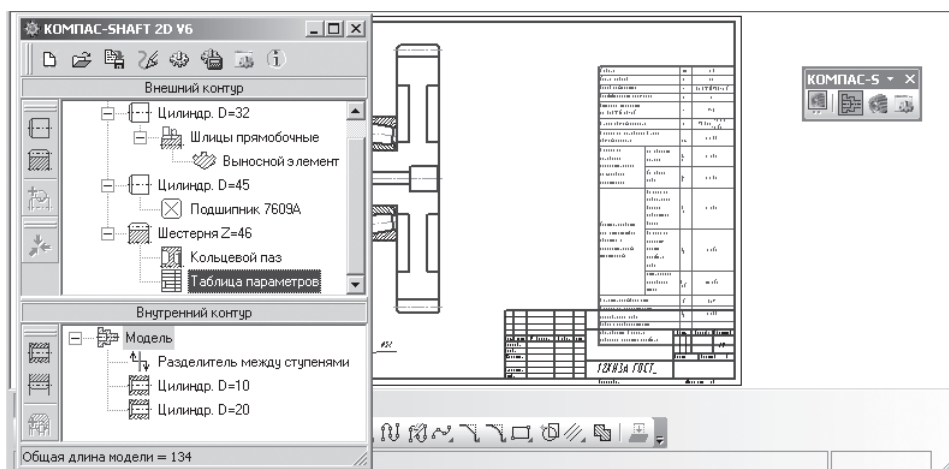

Рис. 3.49. Первоначальное размещение на чертеже таблицы параметров
- щелкните по кнопке **Применить**. На чертеже появится искомая **Таблица параметров** (рис. 3.49), но часто не в том месте, где она нужна. В верхнем окне **Внешний контур** появится пункт **Таблица параметров**;